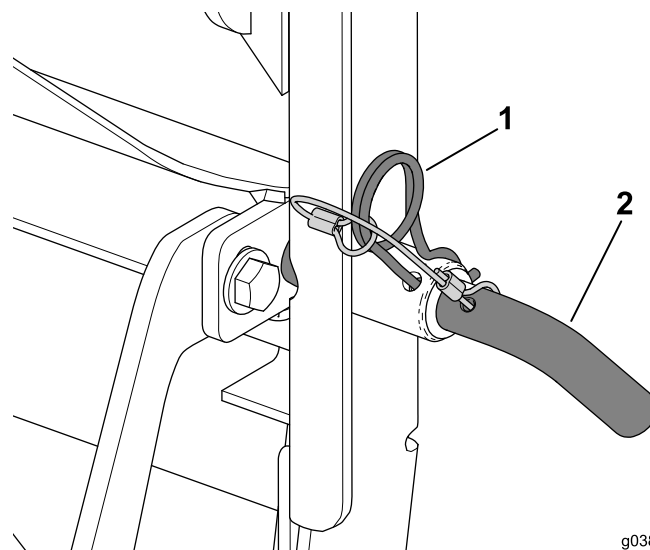

Figura 12
2. Insira o pino de bloqueio através da estrutura do depósito de recolha e suporte transversal da estrutura (Figura 12).
3. Utilize o contrapino para prender o pino de bloqueio (Figura 12).